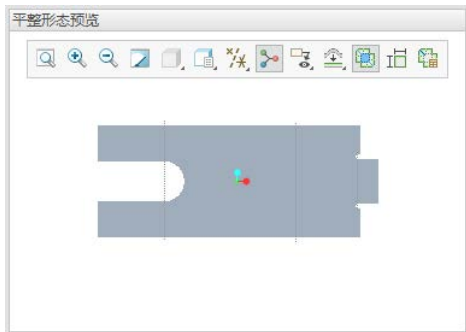

图 8-49 “平整形态预览”窗口
(1) 在“图形”工具栏中单击 (平整形态预览) 按钮，或者在功能区的“视图”选项卡中单击位于“显示”组中的 (平整形态预览) 按钮，则打开一个单独的窗口预览显示钣金件的平整形态，如图 8-49 所示。